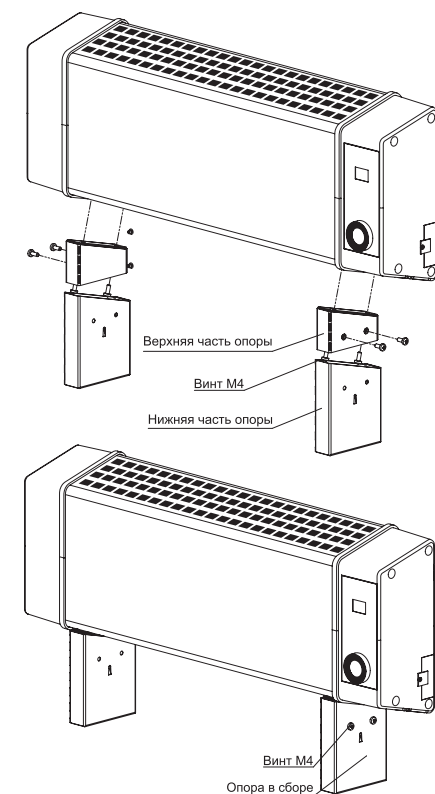

Рис. 6.
- вставьте конвектор в сборе с верхними частями опор в нижние и закрепите винтами М4 (смотри рисунок 6 справа).